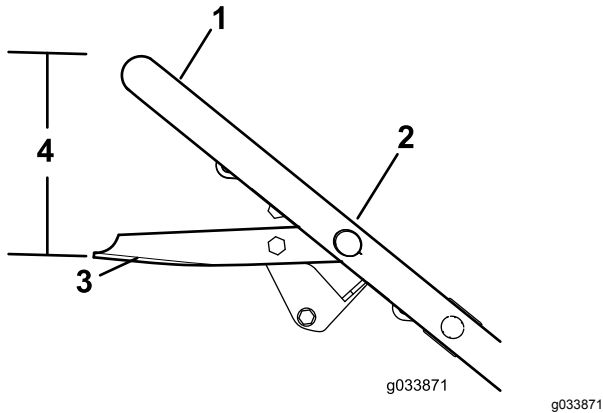

図 26
8. 新しいフィルタのガスケットに、指でオイルを塗りつける 図 26。